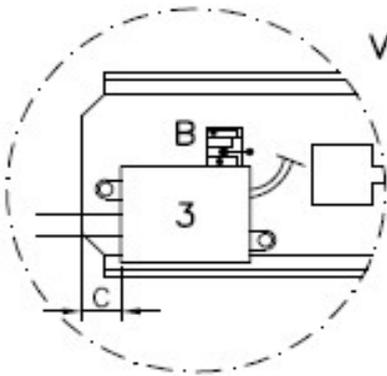

FIG. 7
- FIG7: Collegare i cavi dell' alimentatore alla barra led. I cavi vanno inseriti a pressione all'interno dei connettori presenti nella barra a led (vedi figura). Sincerarsi che tutta la spellatura dei cavi sia inserita all' interno dei connettori.